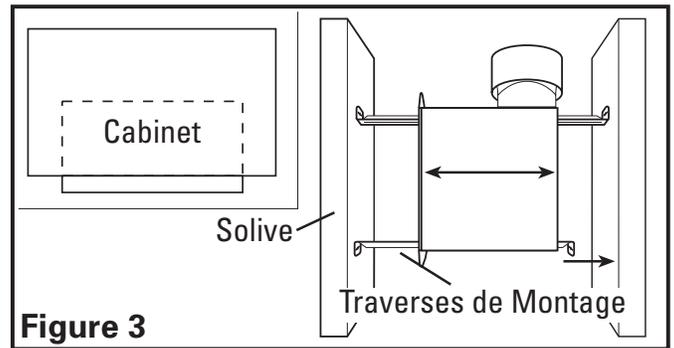
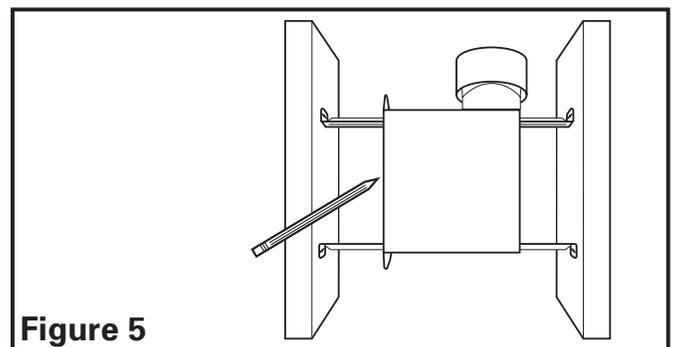

Figure 3
Figure 5
- Installation des Traverses de Montage:** installer les traverses sur le châssis et positionner le châssis près de la solive. En utilisant le guide sur le châssis du ventilateur, aligner le châssis pour qu'il soit à effleurement avec le plafond fini. Fixer les extrémités des traverses avec des clous ou des vis (non-comprisés) aux solives et glisser le châssis à sa position finale (**Figure 3**).
- Installation des Traverses de Montage:** placer le châssis en position entre les solives et tracer un contour sur le matériau du plafond (**Figure 5**). Mettre le châssis de côté et découper l'ouverture, en prenant soin de ne pas couper ou endommager des câbles électriques dissimulés ou autres utilités. Installer les traverses sur le châssis et positionner le châssis dans le trou percé précédemment afin qu'il soit à effleurement avec le plafond fini. Fixer les extrémités de la traverses à la solive avec des clous ou des vis (non-comprisés) (**Figure 3**).